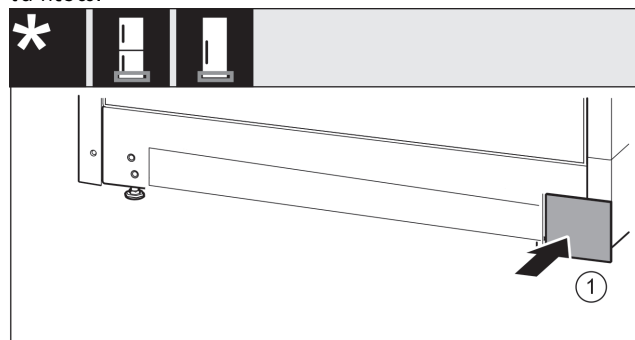

Fig. 19
- ▶ Τοποθετήστε ξανά το κάλυμμα Fig. 19 (1) στην άλλη πλευρά.